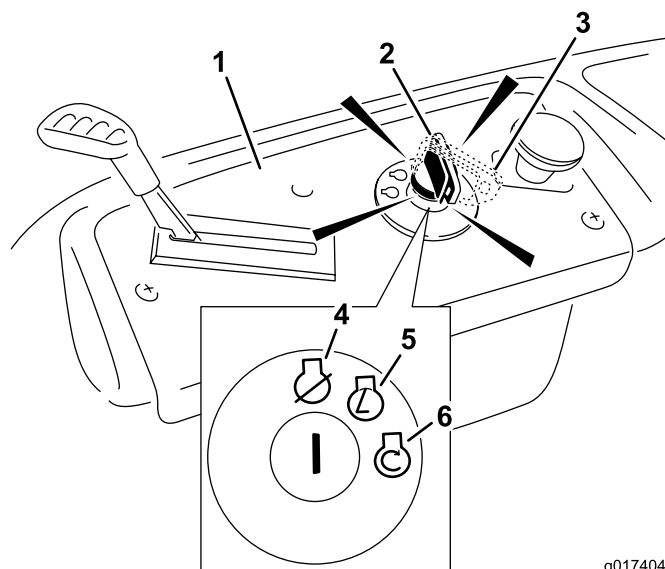

Figura 13
4. Gire la llave de contacto a Arranque para activar el motor de arranque. Cuando el motor arranque, suelte la llave (Figura 13).
2. Ponga el acelerador en Rápido (Figura 13).